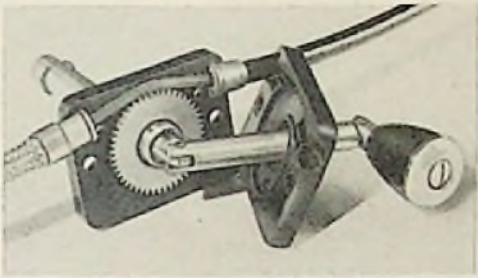

Bild 2. Antrieb der Kathrein-Kurbelantenne. (Aufnahme: Carl Stumpf)
**Kathrein:** In den zur Betätigung der Antenne dienenden Perlondraht ist eine Zahnteilung eingefräst, und der Antrieb erfolgt durch ein kleines Zahnrad (Bild 2). Die Festigkeit von Perlon ist so groß, daß auf diese Weise die zum Ausfahren der Antenne notwendige Kraft übertragen werden kann, ohne daß die Zahnteilung des Perlondrahtes leidet. Das Antriebsgehäuse wird dadurch sehr klein und flach (38 x 50 x 12 mm) und läßt sich mühelos hinter dem Armaturenbrett oder an einer anderen geeigneten Stelle unterbringen. Die Kurbel kann bei Nichtgebrauch in Achsrichtung hochgeklappt und eingeschoben werden, so daß nur der Knopf aus der Frontplatte herausstrebt. Da bei dieser Ausführung das antriebsseitige Ende des Perlondrahtes nicht aufgewickelt wird, ist es durch ein zusätzliches Schlauchstück gegen Beschädigung und Verschlingen geschützt.